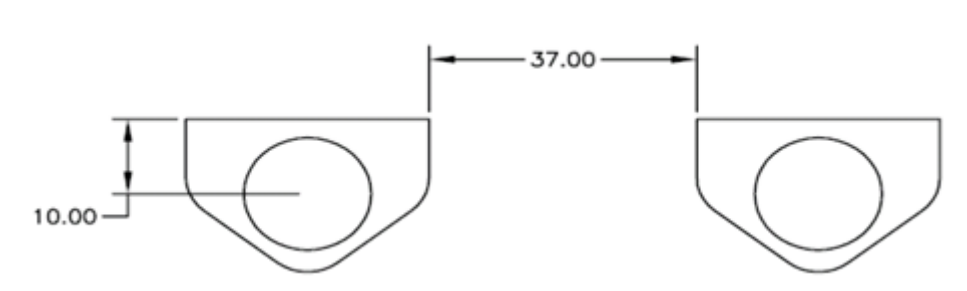

Рисунок 45. Нанесение размеров вторым способом
2. Используя объектную привязку, укажите начальные точки выносных линий, затем задайте расположение размерной линии (см. рис. 45). Исходные точки выносной линии могут располагаться на разных объектах.